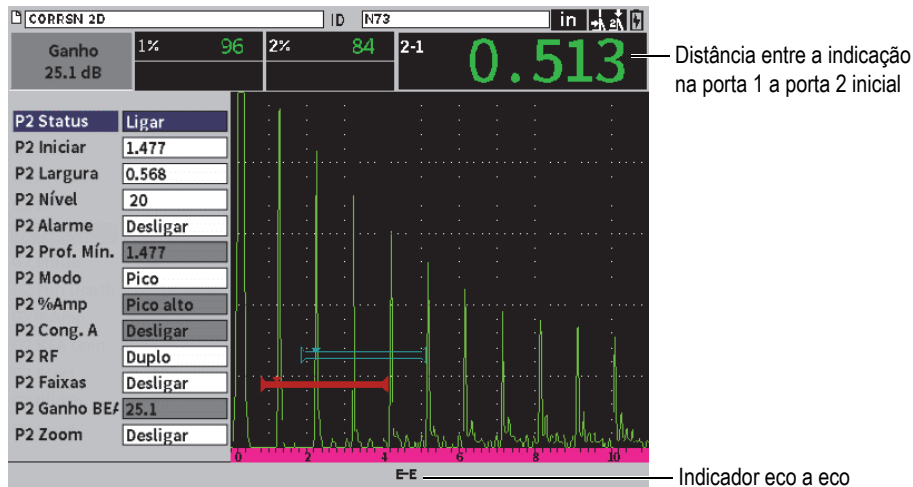

Figura 7-7 Exemplo de medição eco a eco
5. Selecione o ícone **Porta 2** () e, em seguida, defina **Status P2** para **Ligar** (veja Figura 7-7 na página 102).